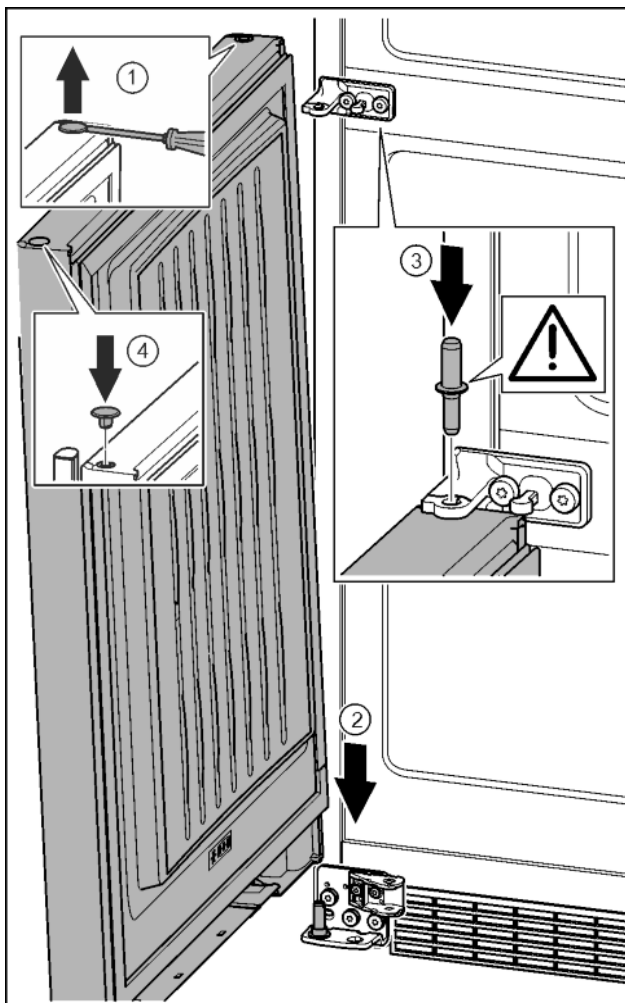

Fig. 35
- ▶ Stopfen vorsichtig mit einem Schlitzschraubendreher anheben und herausziehen. Fig. 35 (1)
- ▶ Tür von oben auf den unteren Lagerbolzen aufsetzen. Fig. 35 (2)
- ▶ Lagerbolzen Mitte durch Lagerbock Mitte in die untere Tür einsetzen. Dabei darauf achten, dass der Rastnocken nach hinten zeigt. Fig. 35 (3)
- ▶ Stopfen auf der anderen Türseite wieder einsetzen. Fig. 35 (4)